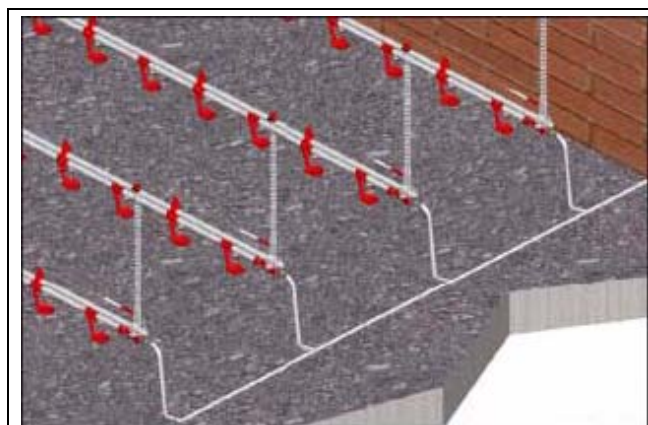

Рисунок 7L
8. Подсоедините сливной шланг как показано на Рисунок 7L.